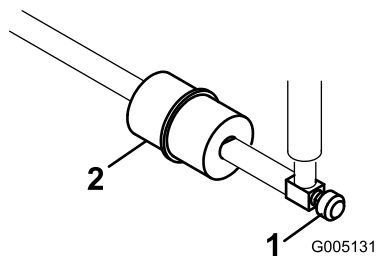

Figura 32
O filtro em linha encontra-se na linha de combustível entre o tanque de combustível e o carburador (Figura 32).
1. Feche a válvula de bloqueio de combustível (Figura 32).
2. Posicione uma bandeja coletora sob o filtro, solte a abraçadeira da mangueira no lado do carburador, e remova a mangueira de combustível do filtro (Figura 32).
3. Solte a outra abraçadeira da mangueira e remova o filtro (Figura 32).